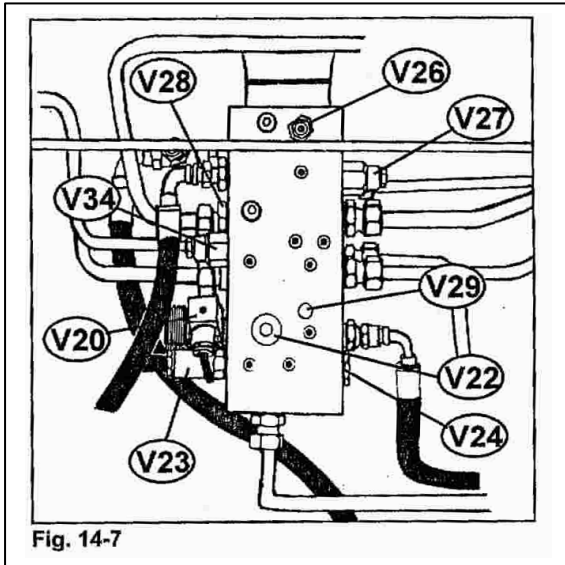

Fig. 14-7
14.5 THE ASSEMBLY BLOCK (See fig. 14-7.)